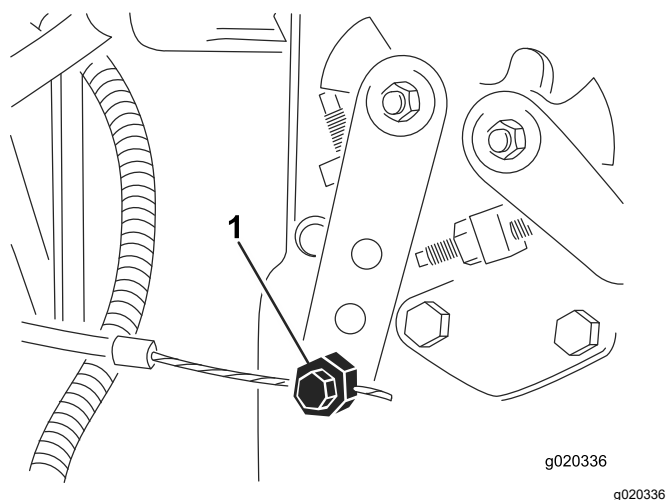

Рисунок 79
3. Ослабьте соединитель тросика дроссельной заслонки на плече рычага инжекторного насоса (Рисунок 79).